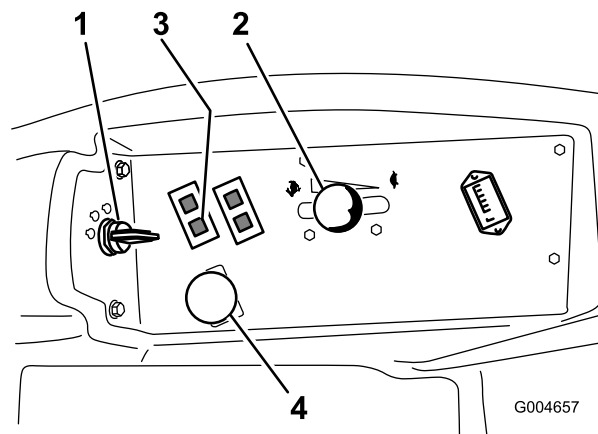

Figura 16
4. Mueva el interruptor de la toma de fuerza (TDF) a la posición de Desengranado (Figura 16).
5. Ponga la palanca del acelerador en un punto intermedio entre las posiciones Lento y Rápido (Figura 16).